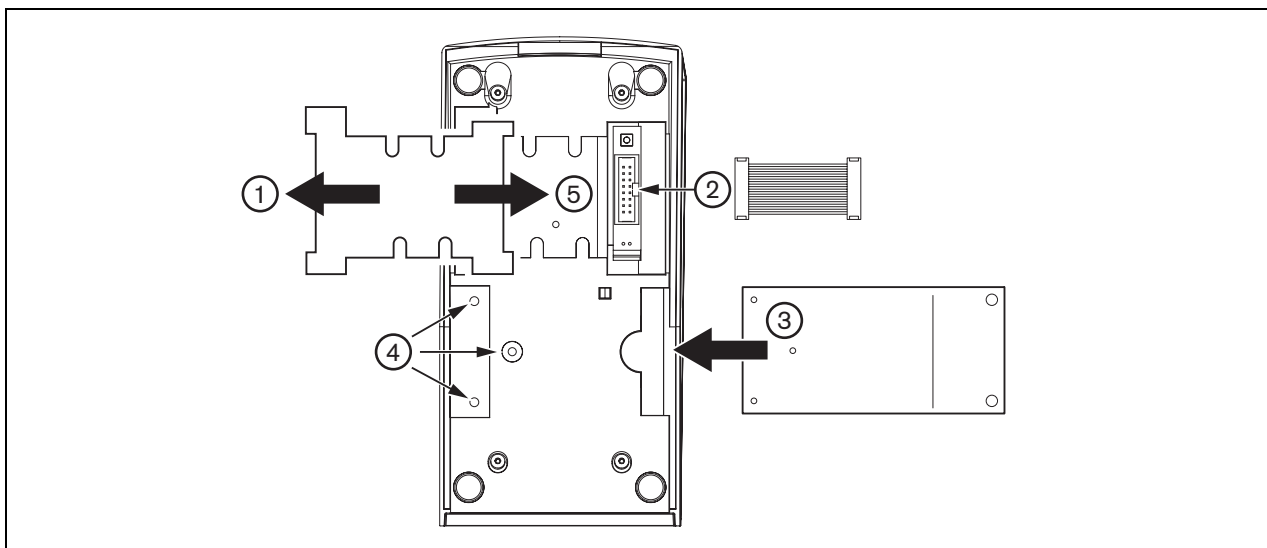

figura 12.5: Montaggio del tastierino postazione annunci
- 1 Togliere il coperchio facendolo scorrere verso sinistra ed estraendolo dal tastierino postazione annunci (vedere figura 12.5).
- 2 Connettere il cavo piatto al connettore tastierino ed assegnare al tastierino la corretta ID (vedere sezione 12.3 e figura 12.5).
- 3 Far scorrere la piastra di connessione dentro la parte inferiore del tastierino (vedere figura 12.5).
- 4 Fissare la piastra di connessione utilizzando tre viti (vedere figura 12.5).
- 5 Rimettere il coperchio facendolo scorrere verso destra e facendolo scattare nel tastierino postazione annunci (vedere figura 12.5).